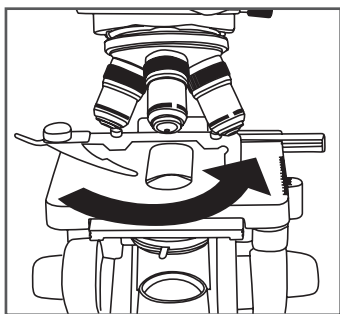

Figura.3
- ◆ Descendez la platine à l'aide des commandes mise au point macro. Visez les objectifs sur le revolver de manière ascendente (4x-10x-40x-100x) lorsque le revolver est tourné au sens des aiguilles de l'horloge. (Figura 3).